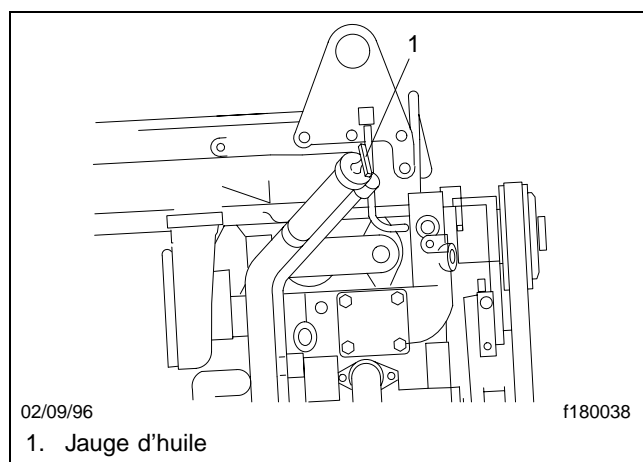

Fig. 11.5, Vérification du niveau d'huile
12. Vérifiez le niveau d'huile du moteur. Voir la **figure 11.5**. Si le niveau d'huile est égal ou inférieur au repère L (bas) ou ADD (ajouter) sur la jauge d'huile, ajoutez suffisamment d'huile pour maintenir le niveau entre le repère L ou ADD et le repère H (haut) ou FULL RANGE (plein). Reportez-vous au manuel d'utilisation et d'entretien du fabricant du moteur pour les lubrifiants recommandés.